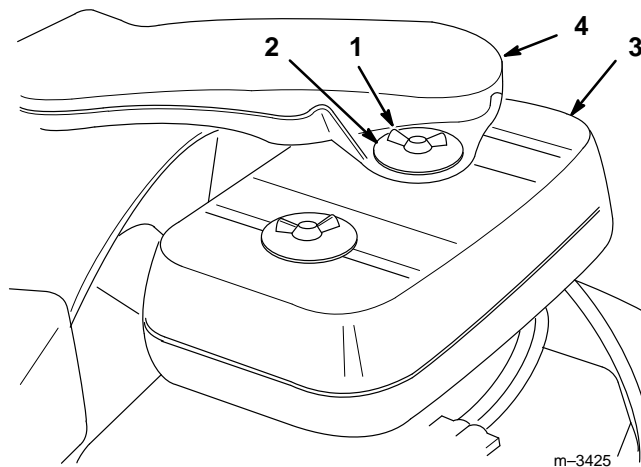

Figure 23
3. Nettoyer les abords du filtre à air pour éviter d'introduire dans le moteur des impuretés qui pourraient l'endommager (Fig. 23).
4. Déposer les vis papillon, les rondelles, la conduite de prise d'air et le capot du filtre à air (Fig. 23).